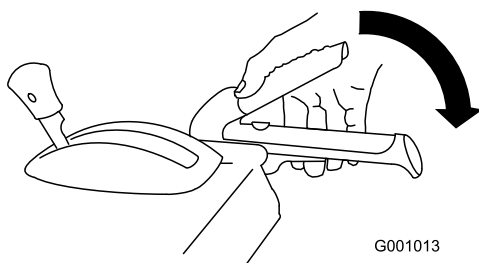

Bild 28
1. Drücken Sie zum Einkuppeln des Räumwerk-/Gebläseradtriebs den rechten Hebel (Räumwerk/Gebläserad) zum Handgriff (Bild 28).